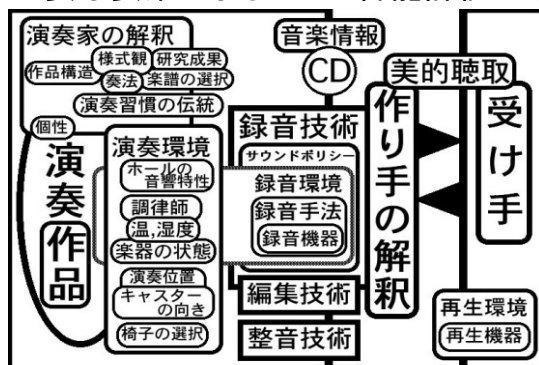

図2 ヴァイオリンとピアノのデュオ及びチェロを加えた録音風景
- ▶ ピアノを用いる録音制作の場合、ホールの音響特性、演奏作品、当日の温度や湿度等、環境が異なる中で、ピアノの脚に付属するキャストの向きを調整することは、録音をする上で重要な要素となることが官能評価から明らかになった(図2)。